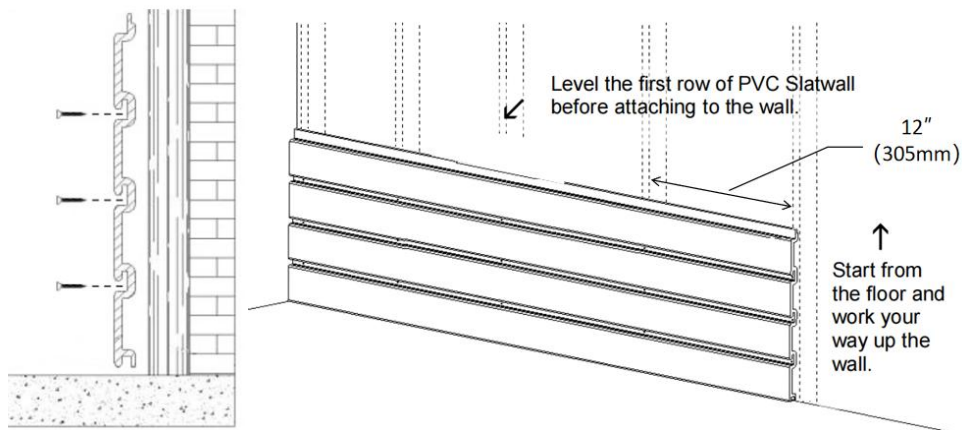

Figura 2 Figura 3
2. Se recomienda instalar las tiras de madera en la pared a intervalos de 12 " (305 mm). Luego , instale los tornillos en las ranuras de los paneles de pared, como se muestra en la Figura 2 y la Figura 3. Asegúrese de nivelar el Slatwall antes de atornillarlo a los montantes de madera. Atornille el Para paneles de pared laminados, se recomienda un par de torsión de taladro eléctrico de 18-38 NM.